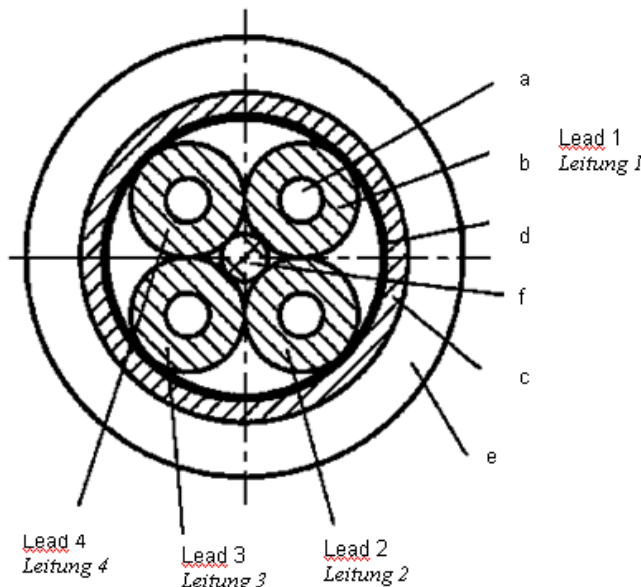

Figure 3.1 / Bild 3.1
Strip the cable insulation *e* (fig. 3.1) according to the length $L_0 (> 8.5\text{mm} + L_2)^*$, so that the dimension (max. 1.5mm) according to fig. 4.5-3 respectively fig. 4.5-6 (see chapter 4.5) will be kept.
Den Mantel *e* (Bild 3.1) entsprechend der Länge $L_0 (> 8.5\text{mm} + L_2)^*$ abisolieren, damit das Maß (max. 1.5mm) gemäß Bild 4.5-3 bzw. Bild 4.5-6 (siehe Kapitel 4.5) eingehalten wird.
Crimp the Impedance-Crimp over the shielding-braid w. $\text{Ø } 3.8 \pm 0.15\text{mm}$, so that it is as near as possible to the cable insulation (Dim. 0 - 0.5), see fig. 4.2-1. The Crimp-width has to be measured during tool-acceptance, the crimp-height is process related and has to be controlled during production. Move the free rest of the braid back over the crimp. Thereby is to be attend, that a homogeneous distribution is guaranteed. No part of the braid may be between the leads. An overlapping of 2mm is allowed. (fig. 4.2-2). Cut out the viewable shielding foil "d" (fig. 3.1).
Den Impedanz-Crimp mit $\text{Ø } 3.8 \pm 0.15\text{mm}$ auf das Schirmgeflecht crimpen. Die Crimpbreite ist bei der Werkzeugabnahme zu prüfen, die Crimphöhe ist prozessabhängig und muss in der Produktion geprüft werden. Es ist darauf zu achten, dass der Crimp so nah wie möglich am Kabelmantel sitzt (Maß 0 - 0.5) siehe Bild 4.2-1. Den überstehenden Rest des Schirmgeflechtes über den Crimp zurückbürsten. Es ist dabei zu achten, dass eine homogene Verteilung des Schirmgeflechtes sichergestellt wird. Kein Teil des Schirmgeflechtes darf zwischen den Litzenleitern bleiben. Ein Überlappen des Schirmgeflechtes mit dem Mantel bis zu 2mm ist erlaubt (Bild 4.2-2). Den ganzen Folienschirm „d“ (Bild 3.1) abschneiden.
The optional fill element f (fig.3.1) must be cut out as much as possible (rest length max. 1.3mm). Cut all leads (L)* accordingly, that the dimension (max. 1.5mm) in fig. 4.5-3 respectively fig. 4.5-6 (see point 4.5) will be kept, and strip the insulation of the inner contacts S* according to TE-Crimpcontact Specification (see point 2.1.B). The length difference between the leads must be less than max. 0.2mm.
Das optionale Füllelement f (Bild 3.1) zwischen den Litzenleitern so weit wie möglich kürzen (Restlänge max. 1.3mm). Die Litzenleiter (0-Schnitt) der Länge L* kürzen, damit das Maß (max.1.5mm) in Bild 4.5-3 bzw. 4.5-6 (siehe Punkt 4.5) eingehalten wird, und S* gemäß der TE – Crimpkontakt Spezifikation (siehe Punkt 2.1.B) abisolieren. Der Längenunterschied zwischen den verschiedenen Leitern darf max. 0.2mm betragen.